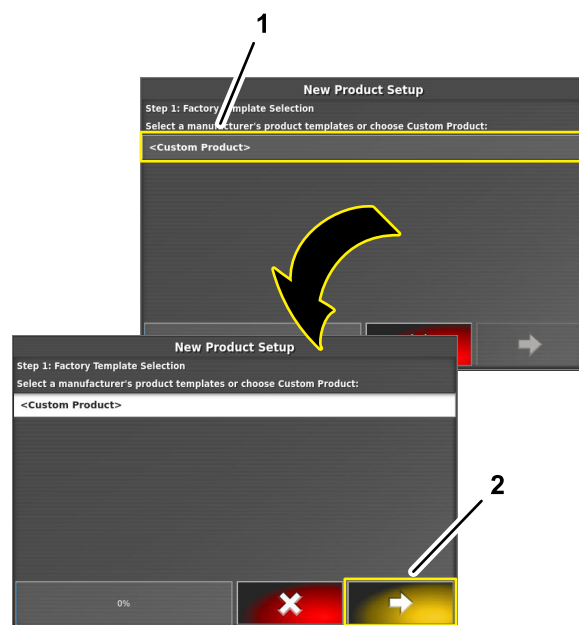

图 117
6. 在新产品设置对话框中的第 1 步按定制产品图标然后按“下一步”图标图 117。